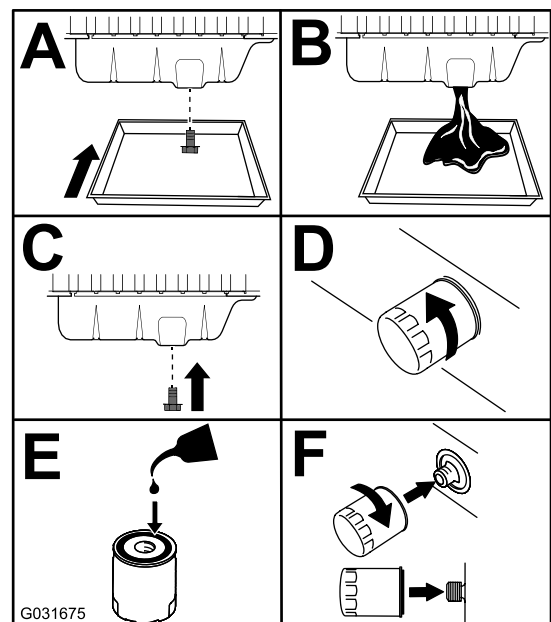

Figure 79
3. Vidangez l'huile moteur et remplacez le filtre à huile (Figure 79).